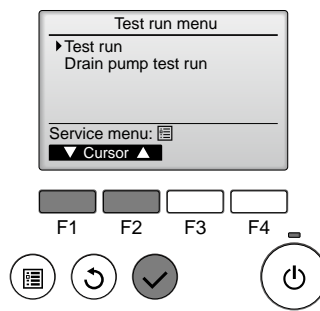

Fig. 7-5
- С помощью кнопки **F1** или **F2** выберите пункт "Test run" (Тестовый прогон) и нажмите кнопку . (Fig. 7-5)